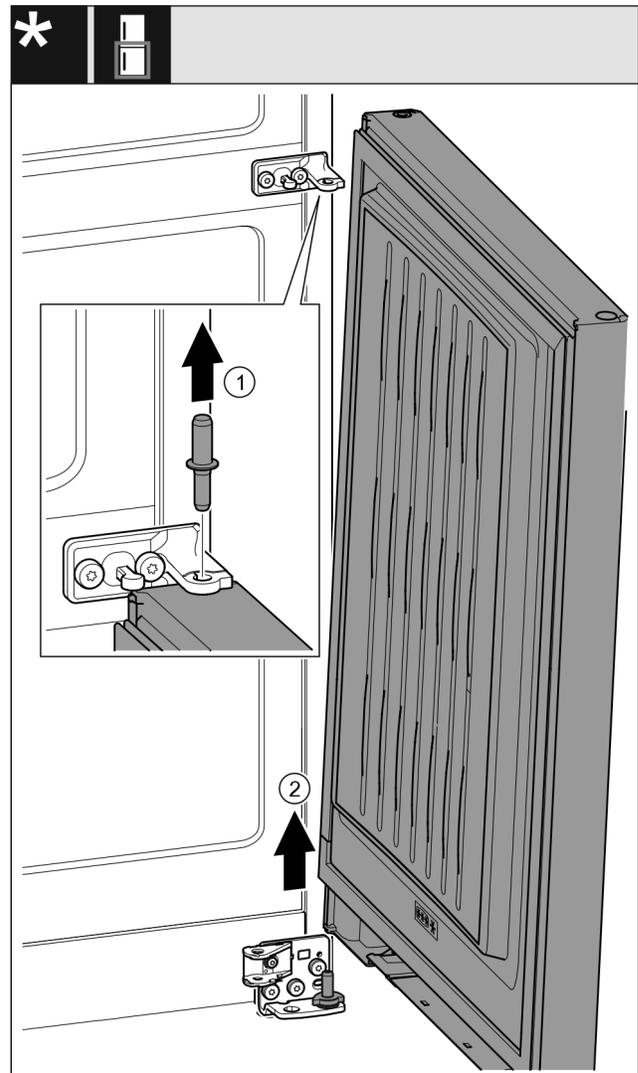

Fig. 27 Mit Schließdämpfer*
- ▶ Bolzen Fig. 27 (1) nach oben herausziehen.*
- ▶ Tür Fig. 27 (2) ausschwenken, nach oben ziehen und beiseitestellen.*